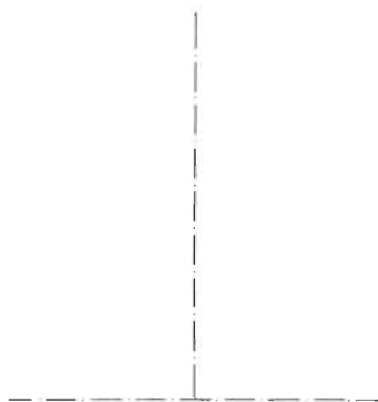

图 10-160
(1) 单击“绘图”工具栏中的“直线”按钮, 绘制一条水平辅助线, 再捕捉辅助线的中点绘制一条垂直辅助线, 并将线段设置为点划线, 如图 10-160 所示。